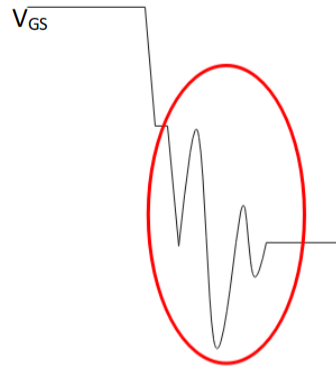

图 7-5 栅极振铃现象
- 1) 栅极信号振铃，导致 MOS 损坏（如图 7-5 所示）；